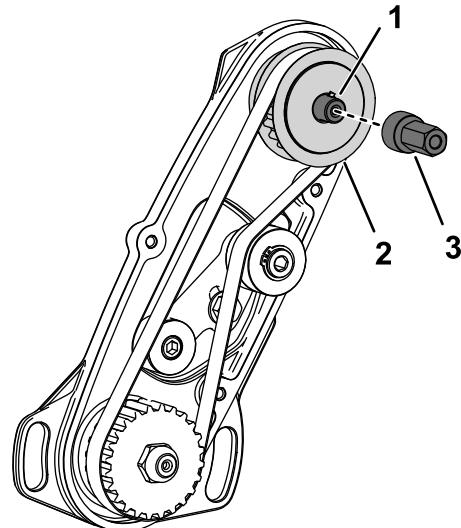

Figure 5
8. Posez le moyeu de l'entraînement de rodage sur l'arbre d'entraînement du cylindre (Figure 5).